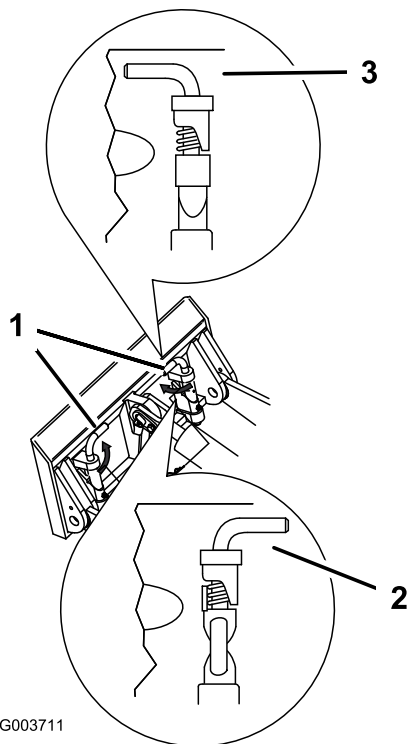

Bild 26
- Lassen die Schnellbefestigungsstifte eingreifen und stellen Sie sicher, dass sie vollständig in der Befestigungsplatte sitzen (Bild 26).